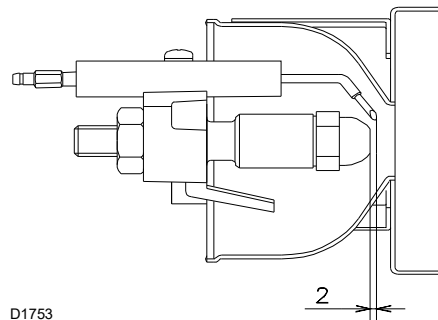

Fig. 12
- Contrôler que les électrodes soient positionnées comme sur la Fig. 12.